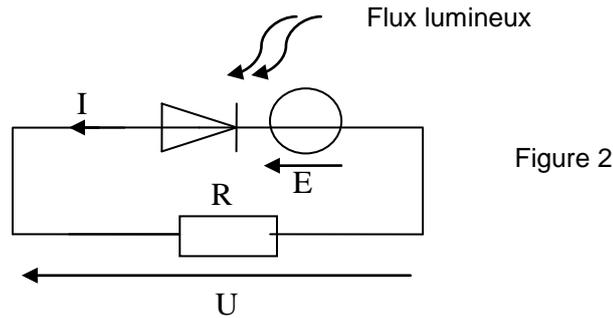

Figure 2
2.1. On considère le montage de la figure 2.